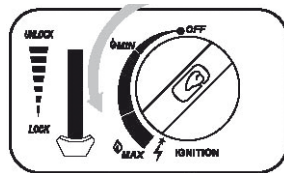

Fig. 2
4. Vri gassbryteren (10) helt til venstre (moturs) til IGNITION-posisjon, slik at tenningen slår inn (fig. 2)